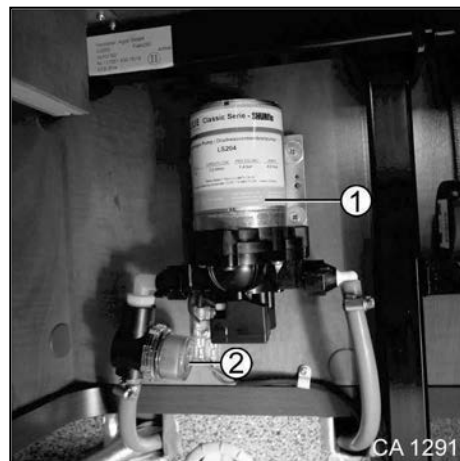

Fig. 155 Pompe à eau
- Si lors de la première mise en service de la pompe à eau (Fig. 155/1), le réservoir d'eau fraîche n'est pas nettoyé, des copeaux résiduels provenant de la production risquent d'endommager la pompe à eau (Fig. 155/1).
- Avant la première mise en service de la pompe à eau (Fig. 155/1), bien rincer le réservoir d'eau fraîche !
1. Tourner le recouvrement (Fig. 155/2) du préfiltre dans le sens horaire et le tirer vers le bas.
3. Enficher le recouvrement (Fig. 155/2) sur le préfiltre et le tourner dans le sens anti-horaire.